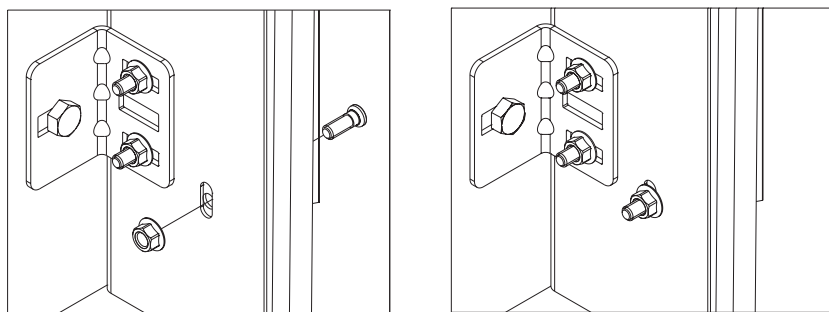

Рис. 11.2
- 9) установить пресс-болты, заводя их изнутри опорной стойки (рис. 11.2). Установить и затянуть гайки ключом.